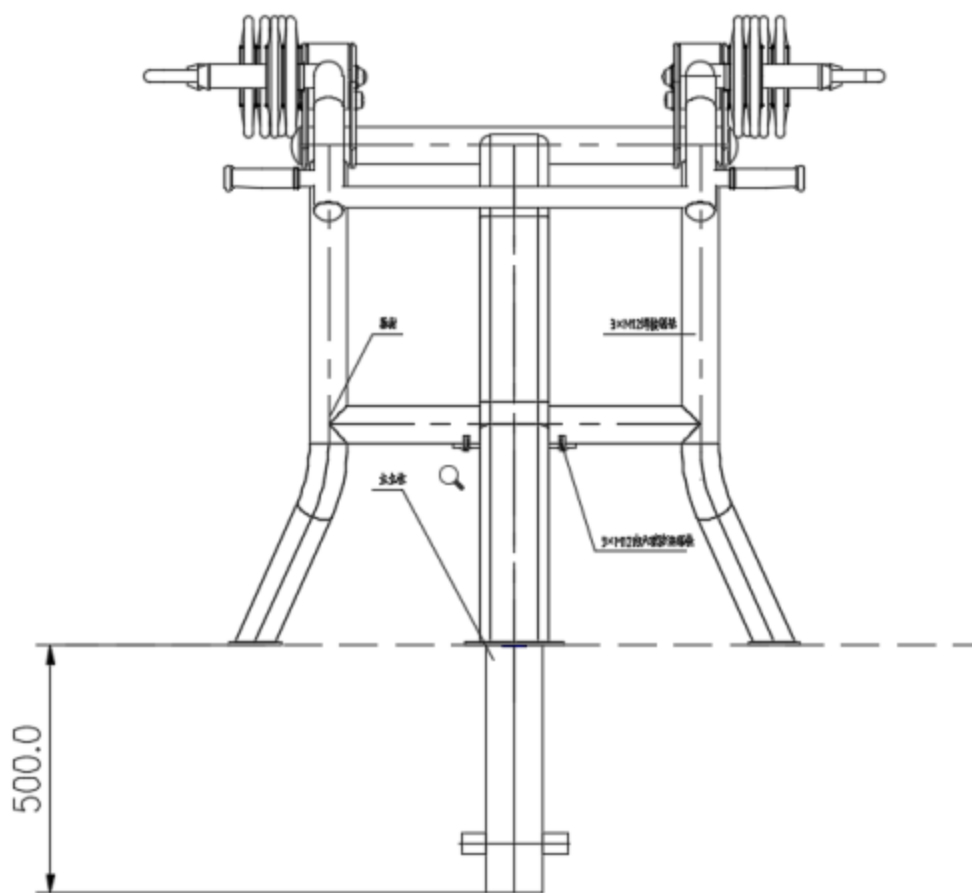

图6
7) 器材与主立柱同过三个M12×30的不锈钢内六花防盗螺栓进行连接(如图6所示)